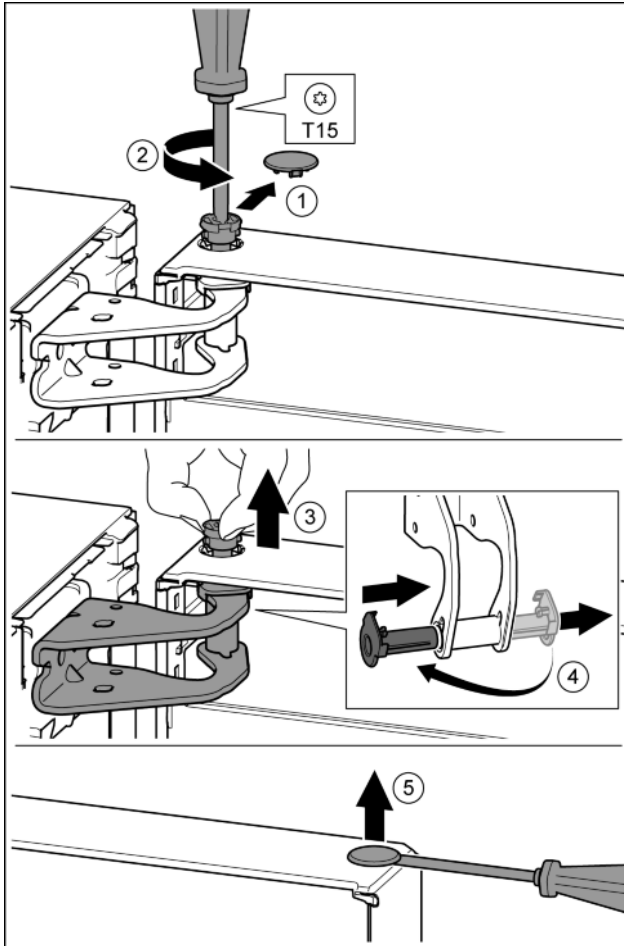

Fig. 8
- ▶ Обережно зніміть запобіжну кришку. *Fig. 8 (1)*
- ▶ Трохи викрутіть гвинт за допомогою викрутки T15. *Fig. 8 (2)*
- ▶ Притримуйте дверцята і витягніть палець руками. *Fig. 8 (3)*
- ▶ Витягніть із напрямної опорну втулку. Встановіть і зафіксуйте з іншого боку. *Fig. 8 (4)*
- ▶ За допомогою шліцевої викрутки обережно підійміть пробку із опорного втулка дверцят та витягніть її. *Fig. 8 (5)*